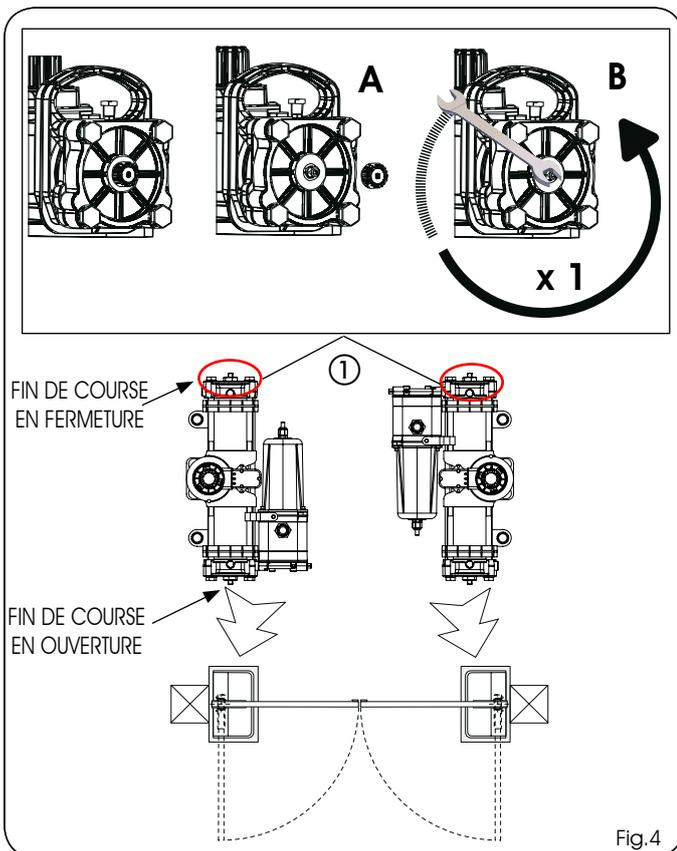

Fig.4
- 3) Sur l'opérateur, dévisser le bouchon (Fig.4 réf. A) de la vis de fin de course en fermeture (Fig.4 réf. ①) et vérifier que la vis soit vissée à fond.
4) Dévisser d'un tour la vis de fin de course (Fig.4 réf. B) en fermeture (IMPORTANT POUR L'ACCOUPLMENT CORRECT PIGNON-DOUILLE RAINURÉE EN PHASE DE MONTAGE).